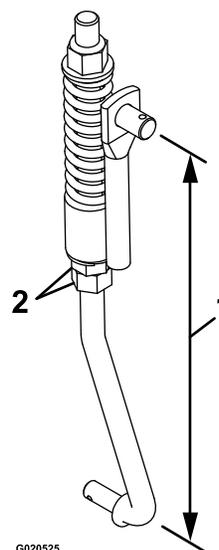

Figura 58
8. O comprimento da ligação é ajustado com as duas porcas na parte inferior do conjunto da mola vertical (Figura 58).